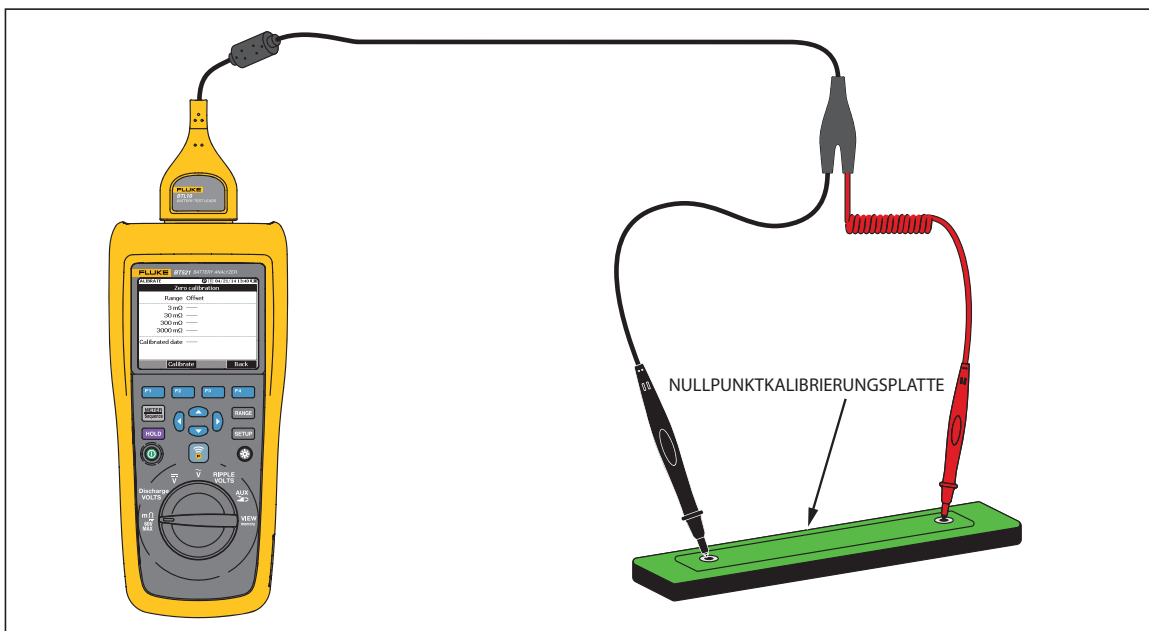

Abbildung 4-4. Einstellen der Nullpunktkalibrierung
1. Platzieren Sie die Nullpunktkalibrierungsplatte waagrecht auf einer ebenen Oberfläche. Siehe Abbildung 4-4.